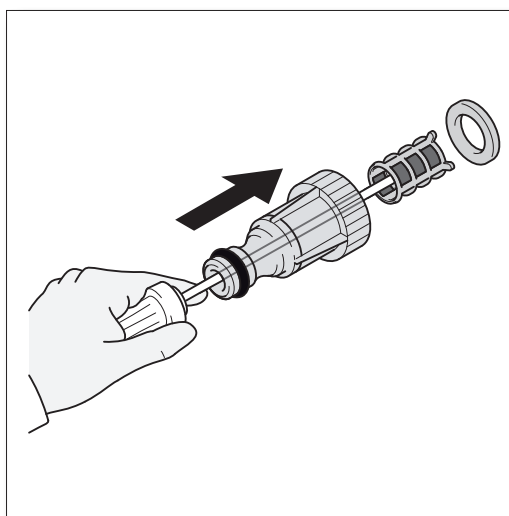

Fig. 21
- Le filtre à l'intérieur de l'adaptateur doit être nettoyé périodiquement. Insérez un crayon ou un stylo dans le petit trou à l'extrémité de l'adaptateur. Le filtre sortira (**Fig. 21**). Rincez-le à l'eau propre, et remplacez-le ensuite dans l'adaptateur.